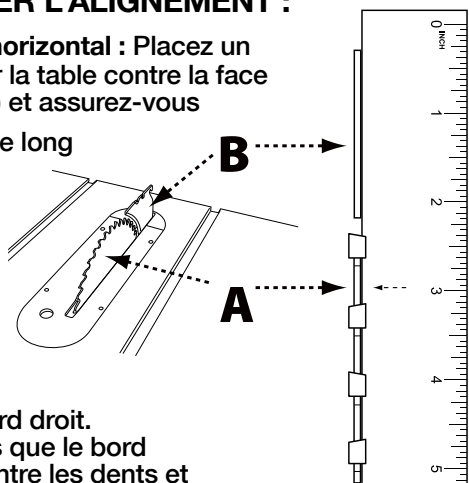

FIGURE 24a
1. **Alignement horizontal :** Placez un bord droit sur la table contre la face de la lame (A) et assurez-vous qu'il s'étend le long du couteau diviseur (B), comme le montre la Figure 24a. Le couteau diviseur doit à peine toucher le bord droit. Assurez-vous que le bord droit passe entre les dents et repose sur la face de la lame et le couteau diviseur pour un alignement correct.